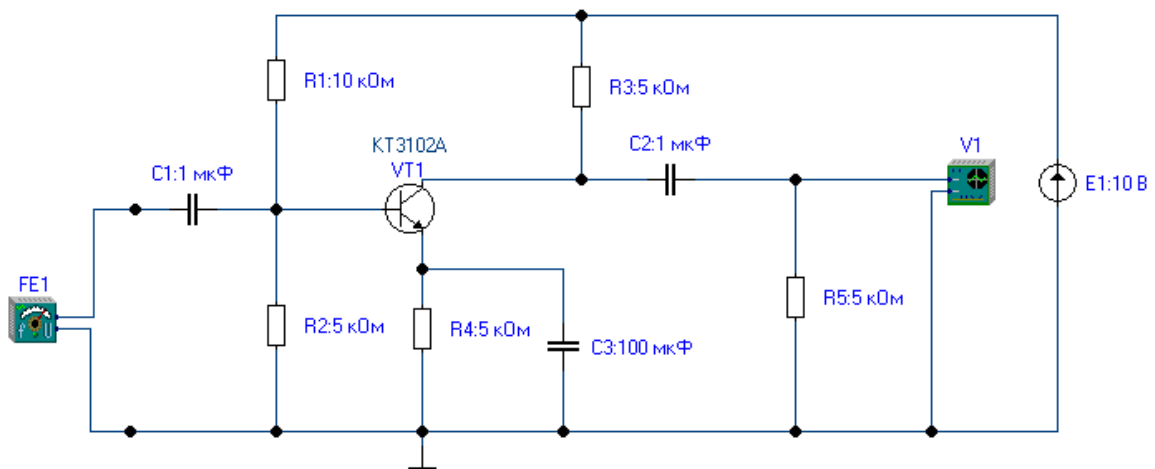

Рисунок 6.3 – Снятие АЧХ и ФЧХ каскада с ОЭ
6.3 Снять амплитудно-частотную и фазочастотную характеристики каскада (схема экспериментальной установки приведена на рис. 6.3.).